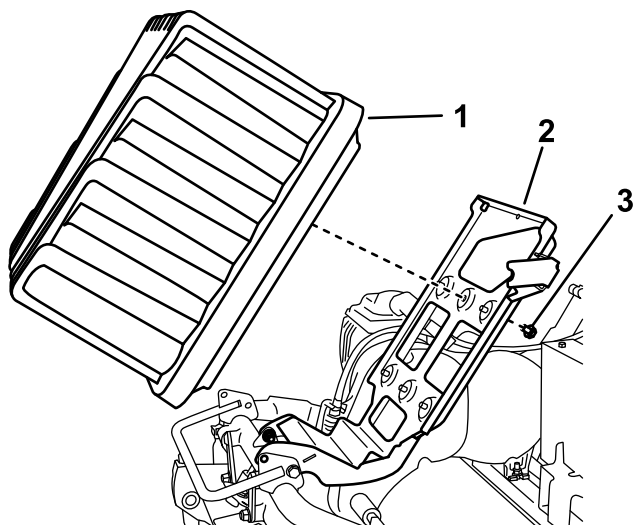

図 6
6. バッテリーとバッテリープラットフォームを機体から外す 図 6。
7. バッテリーをプラットフォームに固定しているボルトとワッシャを外す。バッテリーはそれぞれの地域の関連法規に従って廃棄、リサイクルなどする 図 6。